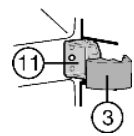

Fig. 18
- ▶ Наденьте на средний кронштейн *Fig. 18 (11)* крышку *Fig. 18 (3)*.